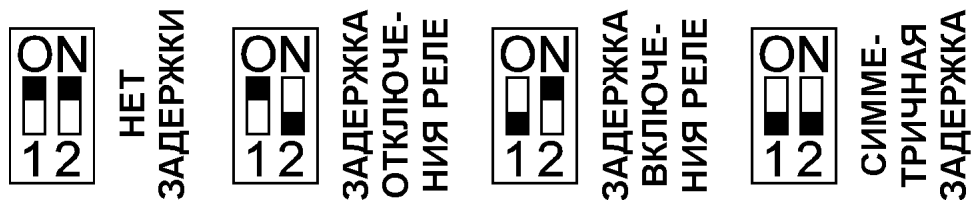

Рис. 3. Внутренние переключатели датчика.
Задержка между появлением (пропаданием) сигнала и переключением контактов реле задается регулятором «Время» и состоянием переключателей 1 и 2. Если необходима только задержка включения или задержка выключения, то размыкается один из переключателей, при необходимости симметричной задержки - оба. Состояние переключателей показано на рис. 3.
5. Установить переключатели времени задержки в положение «Нет задержки» (рис. 3).
10. Установить переключатели времени задержки в соответствие с рис. 3. Регулятором «Время» следует установить задержку на переключение контактов реле.